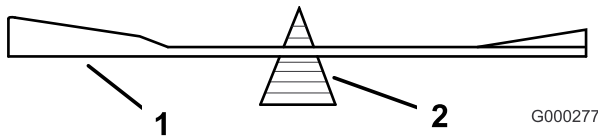
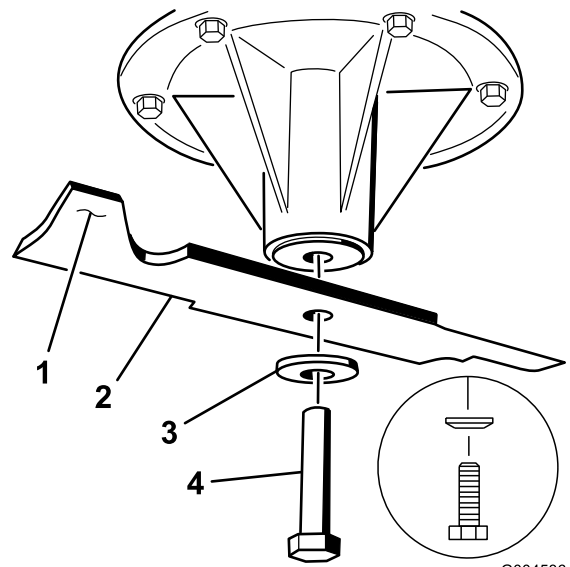

Figura 93
Figura 94
2. Verifique el equilibrio de la cuchilla colocándola sobre un equilibrador de cuchillas (Figura 93). Si la cuchilla se mantiene horizontal, está equilibrada y puede utilizarse. Si la cuchilla no está equilibrada, rebaje algo el metal en la parte de la vela solamente (Figura 94). Repita este procedimiento hasta que la cuchilla esté equilibrada.
1. Instale la cuchilla en el eje (Figura 94).
2. Instale la arandela de muelle y el perno de la cuchilla. El cono de la arandela de muelle debe estar orientado hacia la cabeza del perno (Figura 94). Apriete el perno de la cuchilla a 115-150 N·m (85-110 pies-libra).